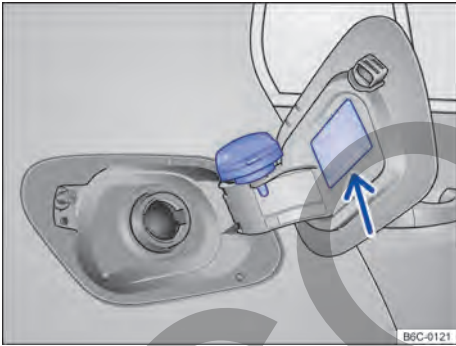

Fig. 172 Portezuela del depósito de combustible abierta con el tapón de cierre del depósito de combustible colgado.
- Retirar la tapa del depósito girándola en sentido antihorario y encajarla en el soporte de la portezuela del depósito → fig. 172.